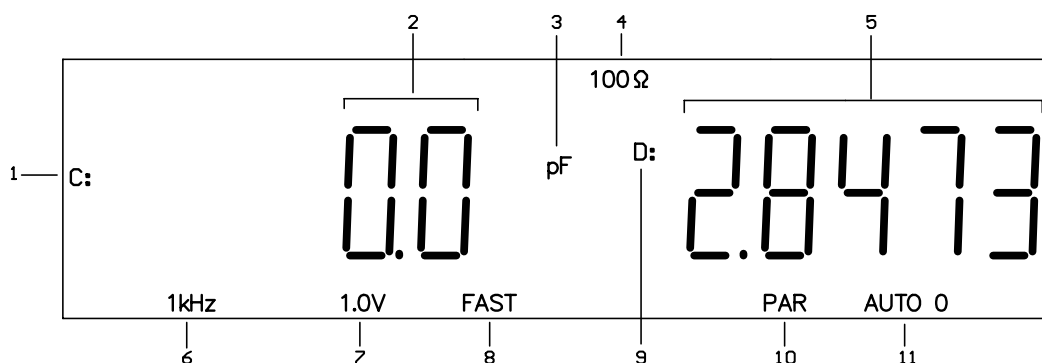

图 3.1 测试状态示意图
- 3) 延时后进入测试状态。如图 3.1 所示，实际情况有可能不同。